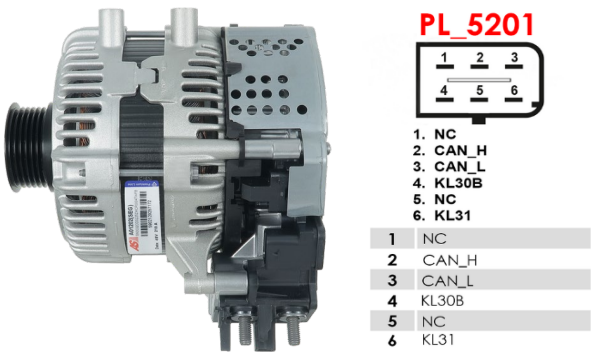

Рисунок 26. Стартер-генератор L1TA-11238 і позначення терміналів у роз'ємі
1.1. Як приклад на рис. 26 наведена схема підключення стартер-генератора 48 В L1TA-11238.